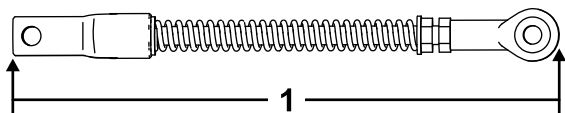

Figura 48
4. Afloje la contratuerca y ajuste el acoplamiento de la palanca acodada hasta que mida 24 cm de extremo a extremo (Figura 48).